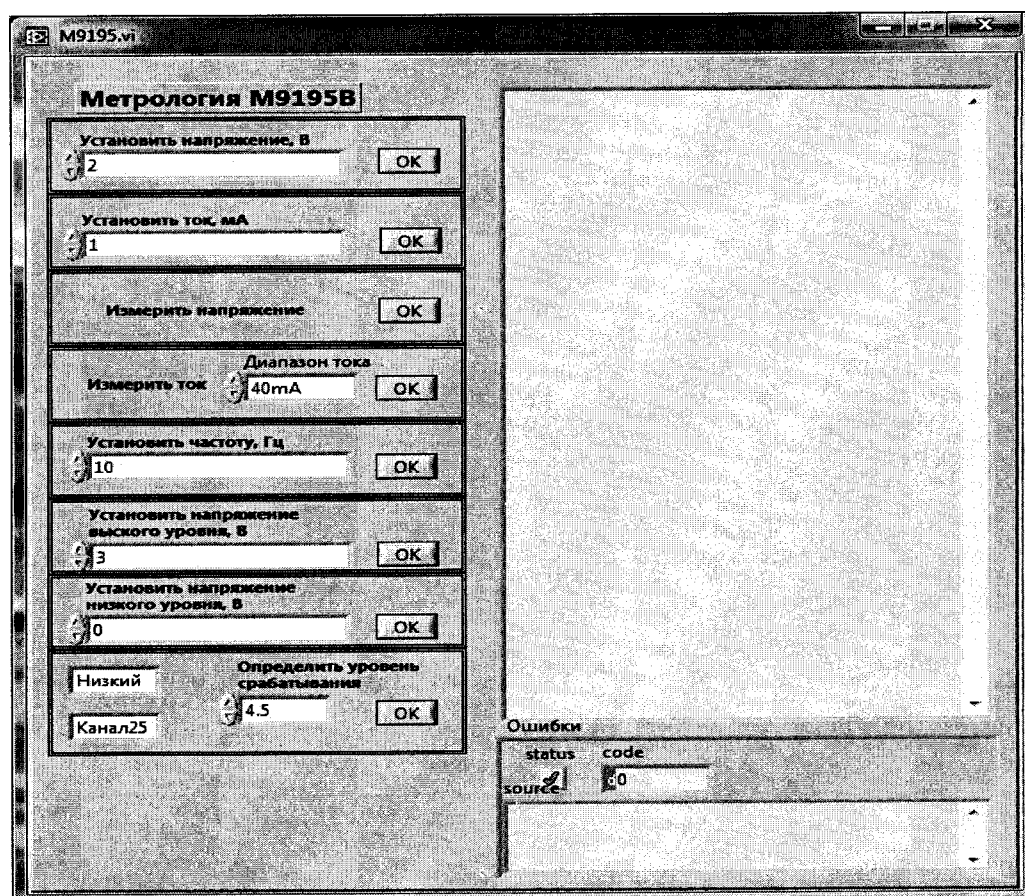

Рисунок 7
7.4.8.1.4 Установить напряжение выходного сигнала цифрового тестера М9195В, для чего в поле «Установить напряжение» (рисунок 7) ввести значение напряжения выходного сигнала в соответствии с таблицей 24.
7.4.8.2.2 Запустить программу управления цифровым тестером M9195B.exe, (рисунок 7).
7.4.8.3.4 Установить силу тока выходного сигнала цифрового тестера M9195B в соответствии с таблицей 26, для чего в поле «Установить ток» (рисунок 7) ввести значение силы тока выходного сигнала.
7.4.8.4.3 Запустить программу управления цифровым тестером M9195B.exe, в открывшемся окне в поле «Измерить ток» установит диапазон измерения силы тока (рисунок 7).
7.4.8.5.2 Запустить программу управления цифровым тестером M9195B.exe (рисунок 7).